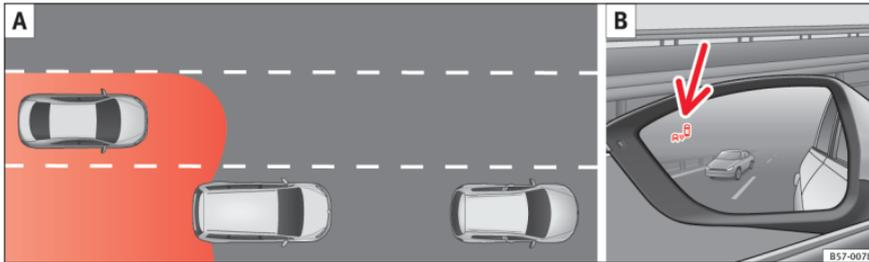

Abb. 187 Schematische Darstellung: **A** Überholvorgang mit Verkehr im hinteren Bereich. **B** Anzeige des Blind-Spot-Assistenten im Außenspiegel links.
In nachfolgenden Situation wird die Anzeige im Außenspiegel »» **Abb. 187 B** (Pfeil) oder »» **Abb. 188 B** (Pfeil) dargestellt:
- Bei einer Überholung durch ein anderes Fahrzeug »» **Abb. 187 A**.